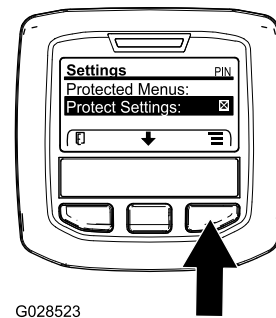

Figura 7
- Desde el MENÚ PRINCIPAL, use el botón central para desplazarse hacia abajo hasta el menú CONFIGURACIÓN y pulse el botón derecho (Figura 7).